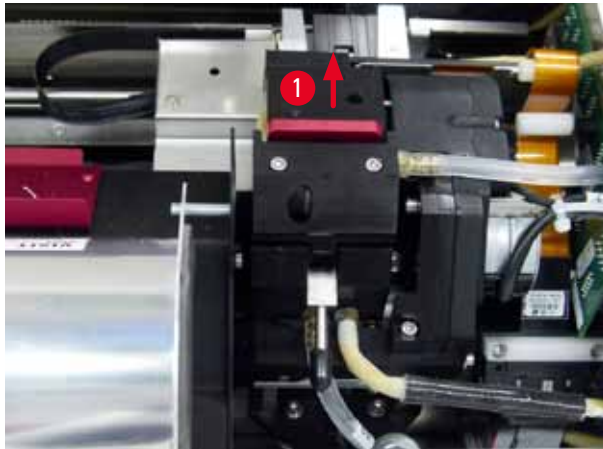

Fig. 49
2. El cabezal de impresión (→ "Fig. 49-1") se desliza hacia arriba hasta quedar aprox. a 1 cm de la falda obturadora (→ "Fig. 49").